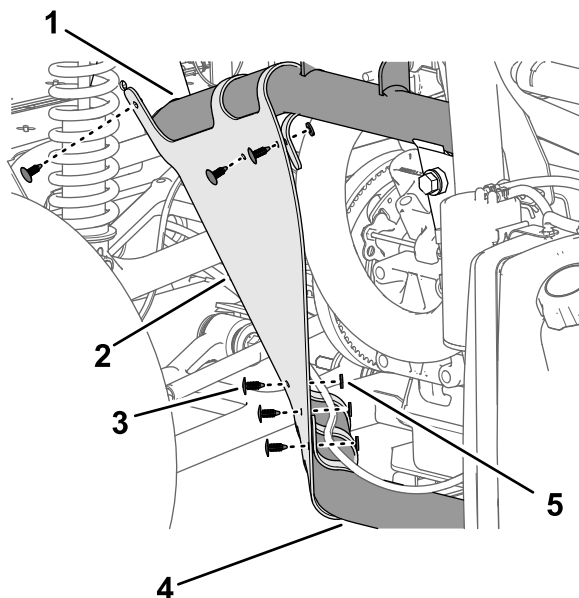

Рисунок 216
2. Прикрепите внутренний кожух крыла к трубам рамы с помощью 6 вставных держателей (Рисунок 216).
3. Совместите отверстия в крыле с отверстиями в раме машины, как показано на Рисунок 216.